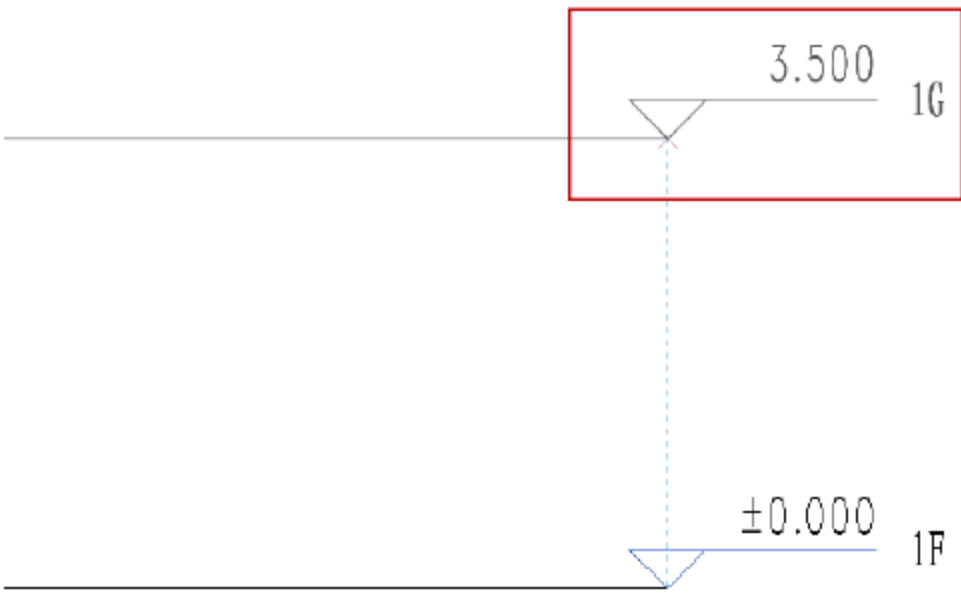

图 1.2.18 二层标高
(4) 绘制二层标高。按两次快捷键 L，绘制一个任意高度（具体的标高数值在后面修改）的标高，注意和±0.000 1F 标高相对齐，如图 1.2.18 所示。